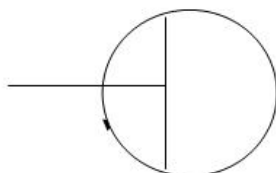
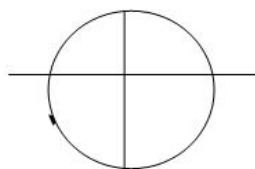

图 19 三通处探查示意图
图 20 四通处探查示意图
(8)管线分支或三通、四通处探测：在上述地方探测信号将有明显的衰减，将探管仪接收机增益提高，再回走 5m 作环形探测，就可找到分支管线或三通、四通处。见图 19、图 20。